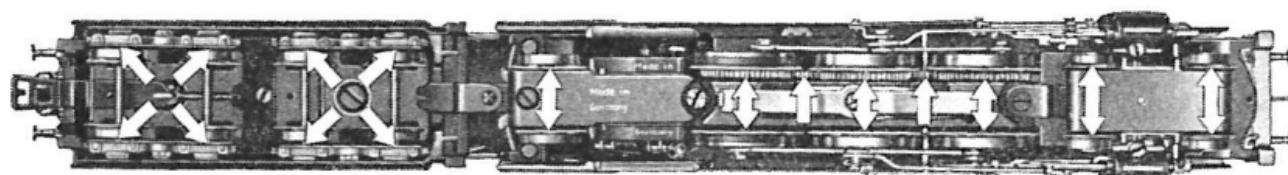

Fig. 2
3. Schmierung. Läuft die Lokomotive rauh oder unter großem Geräusch, so fehlt meistens nur Öl an den Lagerstellen. Die Schmierstellen von unten sind in Fig. 2 gezeigt. Außerdem sind die Lager der Getrieberäder und die Ankerlager zu ölen. Hierzu muß das Lokomotivgehäuse abgenommen werden (siehe Punkt 4). Auf eine Lagerstelle darf nicht mehr als 1-2 Tropfen Öl gegeben werden. Zu starkes Ölen führt zu Störungen in der Maschine oder auf den Schienen durch Bildung einer Schmutzschicht. Als Schmiermittel empfehlen wir MÄRKLIN-Schmieröl 7199 oder Winterauto-Ol. Unter keinen Umständen darf Speiseöl verwendet werden.
7. Schleifer. Der Schleifschuh sollte immer sauber sein. Gegebenenfalls ist er mit einem feinen Schmirlgelpapier abzureiben. Dabei darf aber kein Staub in die Lokomotive fallen. Sollte nach langer Betriebszeit der Schleifer abgenutzt sein, so kann er durch einfaches Entfernen der in Fig. 2 sichtbaren Schraube abgenommen werden und durch einen neuen Schleifer **7174** in entsprechender Weise ersetzt werden. Beim Einsetzen des neuen Schleifers ist auf die richtige Lage der Kontaktplatte zu achten.
3. Lubrication. If the engine runs roughly or rather noisily, the cause is mostly lack of oil in the bearings. Lubricating points are shown from underneath in fig. 2. The gearwheel and armature bearings also need oiling and the engine casing must be removed to do this (see point 4). Never give any bearing more than a drop or two of oil; over-oiling causes trouble in the engine or on the rails by a deposit of dirt forming. We recommend MÄRKLIN 7199 lubricating oil, or car engine winter grade oil for lubricating. Edible (e. g., salad) oil must never be used under any circumstances.
7. The Current Collector Shoe. The collector shoe must always be kept clean; clean it with fine emery paper if necessary, but do not let any emery dust fall into the engine. If the shoe is worn after long service, it can be taken off simply by removing the screw shown in fig. 2 and a new one No. 7174 fitted in its place accordingly. Make sure the contact plate is in the right position when inserting the new collector.
3. Graissage. Une marche bruyante ou irrégulière de la locomotive est généralement due à un manque de graissage. La figure 2 montre le plan de graissage de la locomotive vue du dessous. Il faut en outre graisser le train d'engrenages et les paliers de l'arbre d'induit. Démonter le corps de la locomotive (voir § 4) pour procéder à ce dernier graissage. Amener une à 2 gouttes d'huile sur chaque point de graissage; un graissage excessif nuit au bon fonctionnement de la locomotive par suite de formation de cambouis. Nous conseillons comme lubrifiant l'huile
7. Frotteur. Le frotteur doit être maintenu en parfait état de propreté; le cas échéant procéder à un nettoyage à l'aide de papier émeri en veillant à ce que la poudre d'émeri ne tombe pas dans la locomotive. Défaire la vis montrée sur la figure 2 pour remplacer un frotteur usé et monter un frotteur neuf n° 7174 et vérifier que la plaque de contact est bien en place.
3. Lubrificazione. Se la locomotiva corre con grande rumore o difficoltà, in genere è solo per mancanza di olio nei supporti degli assi. I punti di lubrificazione dal di sotto sono segnati nella fig. 2. Inoltre si devono oleare i supporti delle ruote motrici e dell'indotto. Per fare questo bisogna togliere il mantello della locomotiva (vedi punto 4). Su ogni punto da lubrificare non si deve dare più di 1 o 2 gocce di olio. Una lubrificazione troppo abbondante nuoce ad un buon funzionamento per il formarsi di uno strato di sudicio. Come lubrificante raccomandiamo l'olio MÄRKLIN **7199** oppure l'olio invernale per auto; in nessun caso deve essere adoperato olio commestibile.